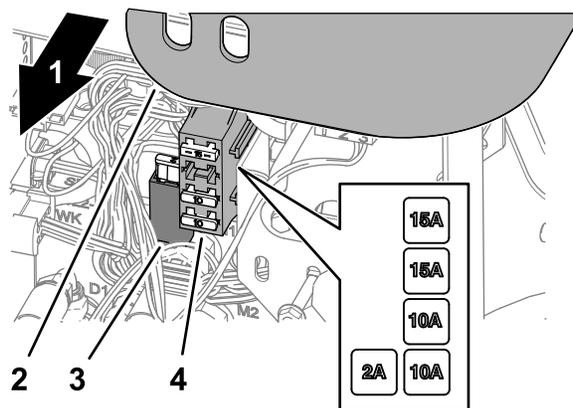

Figura 75
2. Localize o fusível aberto no suporte de fusível ou no bloco de fusível (Figura 75).
4. Coloque a tampa no braço de controle (Figura 75).
1. Levante a tampa do braço de controle (Figura 75).